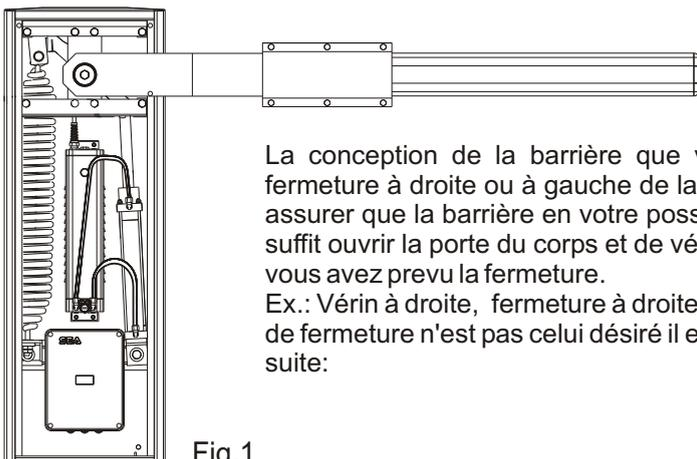

Fig.1
Ex.: Vérin à droite, fermeture à droite (voir Fig. 1 et Fig. 2). Dans le cas où le sens de fermeture n'est pas celui désiré il est possible d'inverser en procédant comme suite:
N.B.: L'opérateur est livré de série comme dans Fig.1 (avec fermeture à droite).
Exigence de fermeture à droite (Fig. 1)